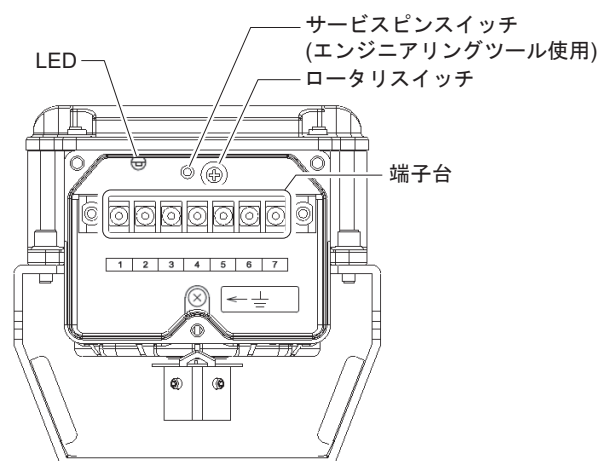

図13 設定用スイッチ
* 本製品におけるサービスピンスイッチとロータリスイッチの位置については、『図13 設定用スイッチ』を参照してください。
- (1) サービスピンスイッチを10秒間長押しします。
- (2) 調整モードに入ります。
- (3) 目的の動作番号まで、ロータリスイッチを回します。